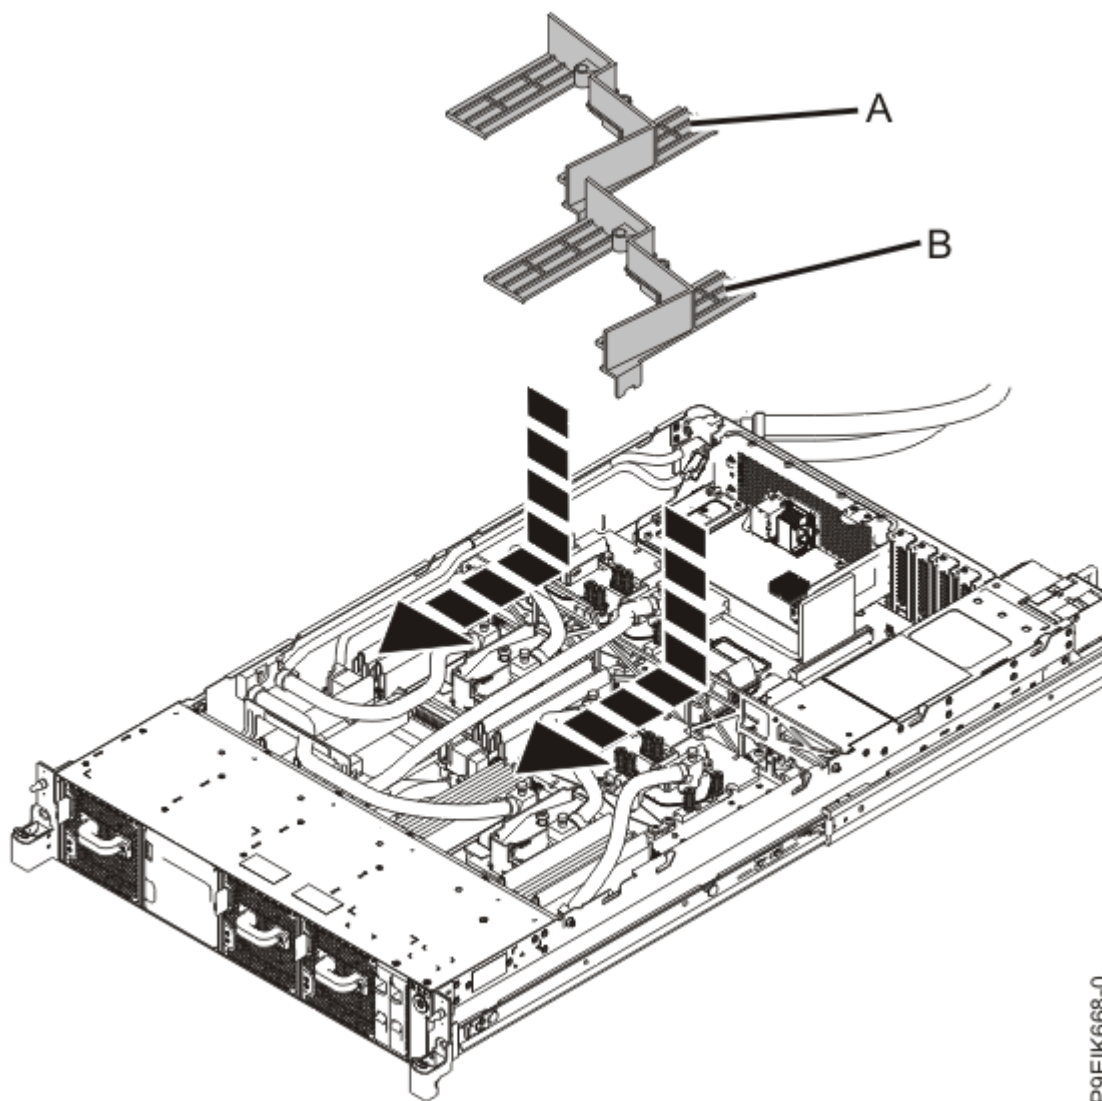

Figura 11. Substituindo as placas defletoras de ar da memória
9. Substitua as placas defletoras de ar **(A)** e **(B)**, como mostrado na Figura 11 na página 16.